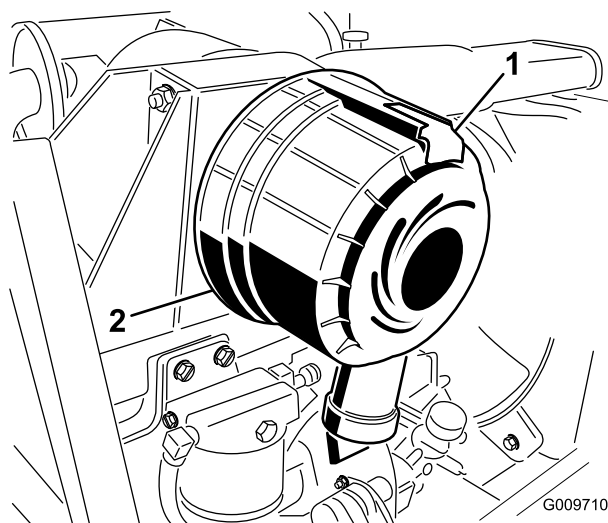

Figure 30
1. Tirez le verrou vers l'extérieur et tournez le couvercle du filtre à air dans le sens antihoraire (Figure 30).